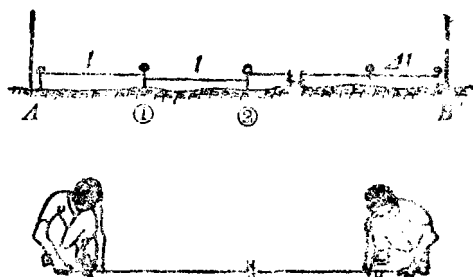

图 2
4) 丈量距离 (如图 2 所示)。
(1) 后尺手拿尺的末端在 A 点后面, 前尺手拿尺的零端, 标杆和测钎沿 $A-B$ 方向前进, 走到约一整尺段时停止前进并立标杆, 听从后尺手指挥, 把标杆立在 AB 直线上, 做好记号。
(2) 前、后尺手都蹲下, 后尺手把尺终点对准起点 A 的标志, 喊“预备”, 前尺手把尺通过定线时所作的记号, 两人同时把尺拉直, 拉力大小适当, 尺身要保持水平, 当尺拉稳后, 后尺手喊“好”, 这时前尺手对准尺的零点刻划, 在地面竖直地插一根测钎, 如图 2 中的①点, 插好后喊“好”, 这样就量完了一个整尺段。
(3) 前、后尺手抬尺前进, 当后尺手到达①点测钎后, 重复上述操作, 丈量第二整尺段, 得到②点, 量好后继续向前丈量, 后尺手依次收回测钎, 一根测钎代表一个整尺段。丈量到 B 点前的最后一段, 由前尺手对零, 后尺手读出该不足整尺段长度。
(4) 计算总长度。这就完成了往测的任务。
5) 再用 (1)、(2)、(3) 的方法进行返测。取往返测量的平均值作为这段距离的测量值, 即 $D_{AB} = \frac{1}{2}(D_{AB\text{往}} + D_{AB\text{返}})$ 。